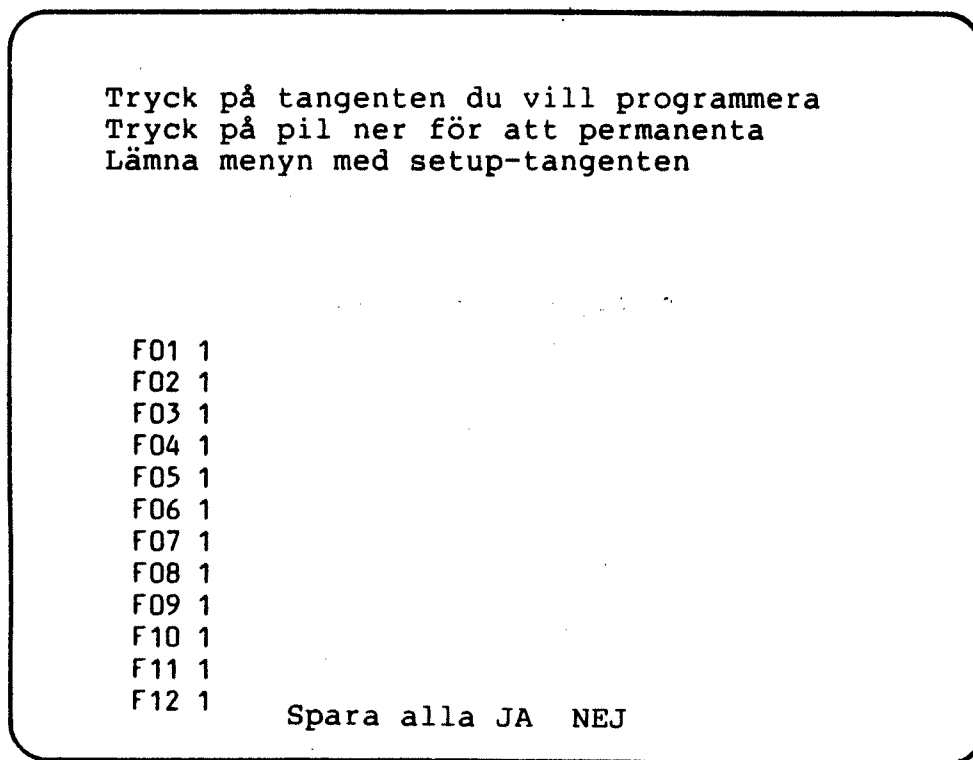

Bild 9
- 4.4.7 När tangenten (F1) är programmerad tryck på tangenten C4. Bild 9 visas på bildskärmen: